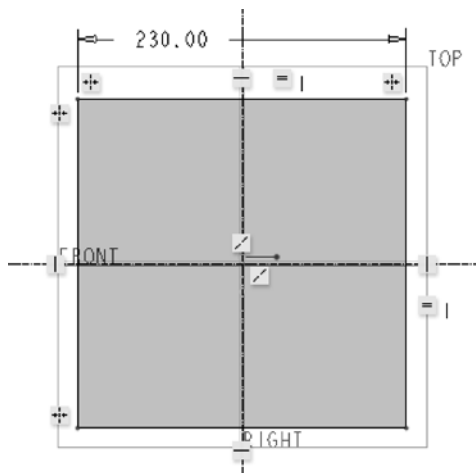
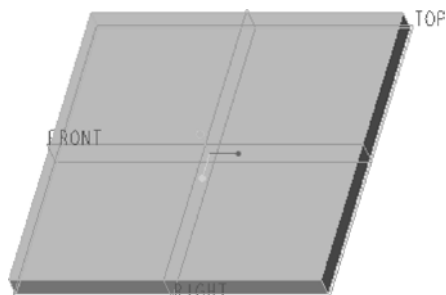

图 5-103 绘制拉伸剖面
图 5-104 创建的拉伸实体
(2) 选择 TOP 基准平面定义草绘平面，快速、自动地进入草绘模式。
(3) 绘制图 5-103 所示的剖面，单击  (确定) 按钮。
(4) 在“拉伸”选项卡中输入拉伸深度值为“16”。
(5) 在“拉伸”选项卡中单击  (完成) 按钮，创建图 5-104 所示的拉伸实体。